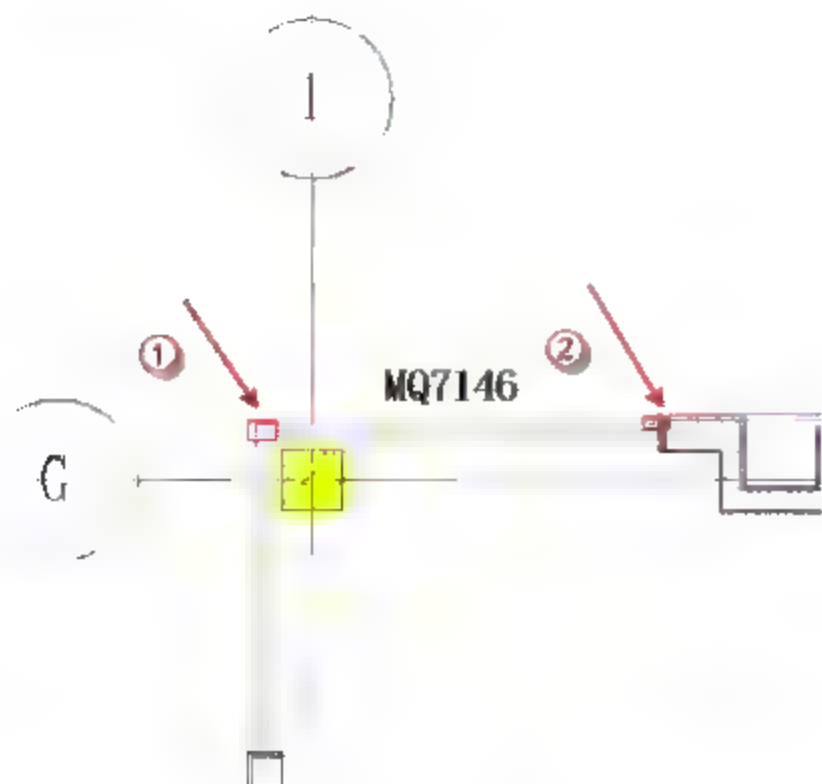
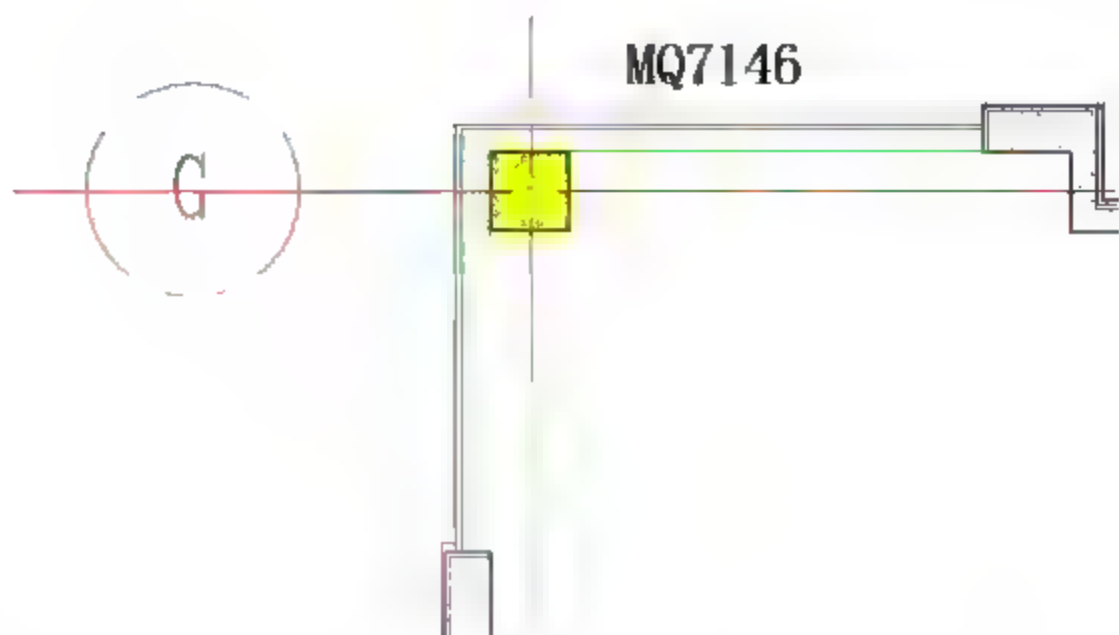

图 10.3.29 “MQ7146”的绘制捕捉点
图 10.3.30 “MQ7146”绘制完成图
(4) “MQ7146”的绘制。选择“建筑”→“墙”→“MQ7146”命令，也可以直接按快捷键 W+A，再选择“MQ7146”。设置“MQ7146”的绘制参数，将“底部限制条件”改为“1”，“底部偏移”为“0”，“顶部约束”为“直到标高：1”，“顶部偏移”为“4400mm”，“定位线”为“墙中心线”，“偏移量”为“100mm”，如图 10.3.28 所示。参数设置完成后依次捕捉如图 10.3.29 所示的“1”点和“2”点绘制出“MQ7146”，绘制完成后如图 10.3.30 所示。